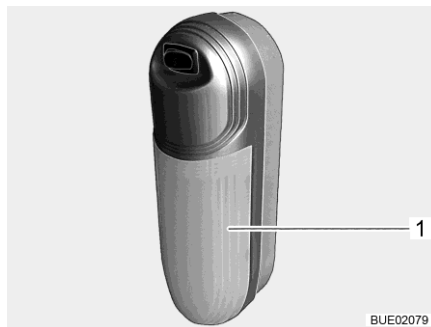

Fig. 295 Lámpara de montaje en superficie
- Apartar la cubierta transparente (Fig. 295,1) ligeramente del interruptor y quitarla.